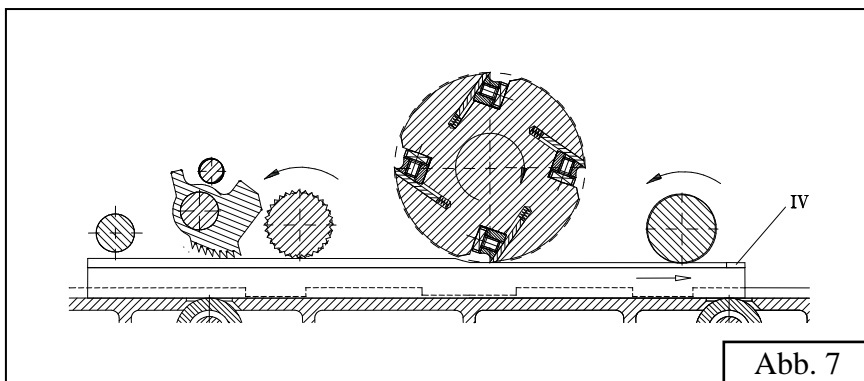

Abb. 7
- ↓ **Zur Bearbeitung von Werkstücken mit einer Dicke kleiner als 5mm kann man ein bearbeitetes Brett benutzen, auf welche das Werkstück gelegt wird und zusammen mit ihm mithilfe eines Sicherheitsanschlages (Abb. 7) der Einzugswalze zugeführt wird.**